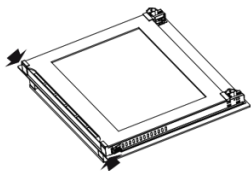

Figura 4
- Abra completamente a porta e pressione os fechos de plástico de cada lado da porta (figura 4).